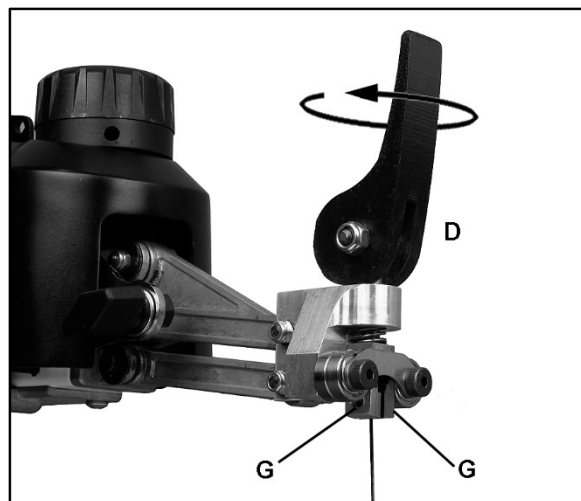

Рисунок 16
- Натяжение пилки можно увеличить путем поворота рукоятки (D, рисунок 16) на один оборот по часовой стрелке.
Сначала проверьте, что установочные винты (G, рисунок 16) выступают в зону зажима на одинаковое расстояние. При необходимости отрегулируйте.